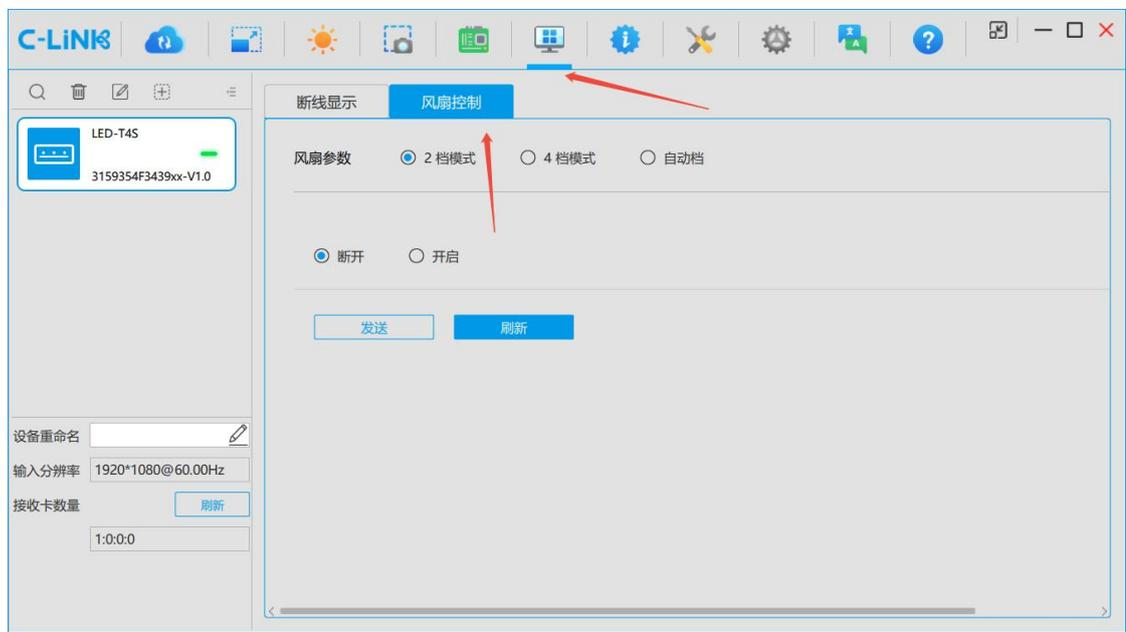

图 12-2 风扇控制
- 步骤 1 在“功能”对话中，选择“风扇控制”页签，如图 12-2。